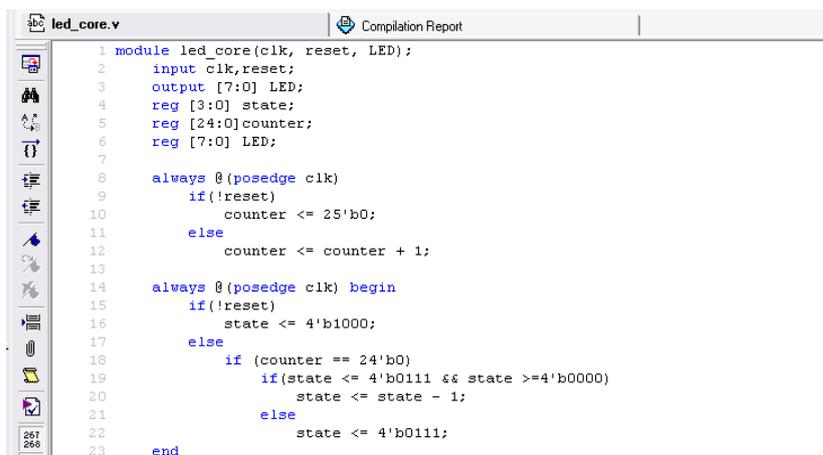

图 30 Verilog HDL 代码输入界面
c) 在文本框中输入 Verilog HDL 代码（图 30），并保存为 led_core.v 文件。